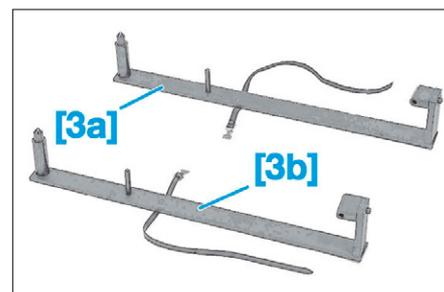

FIG. 70
- [3a]. Outil de positionnement du train arrière (côté gauche) (réf.0547-G) (Fig.70).